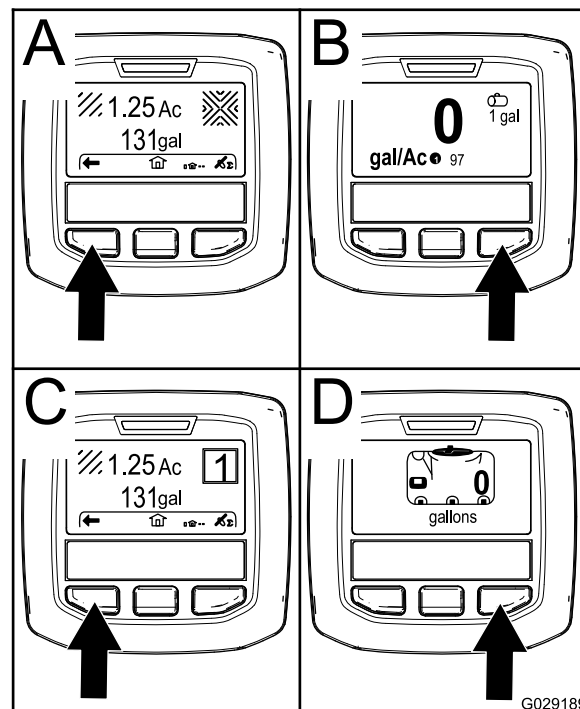

Figura 60
- Botón de selección derecho: **Área total fumigada** (Figura 60, A)
- Botón de selección derecho: **Caudal de aplicación** (Figura 60, B)
- Botón de selección izquierdo: **Área parcial fumigada** (Figura 60, C)
- Botón de selección izquierdo: **Volumen del depósito** (Figura 60, D)